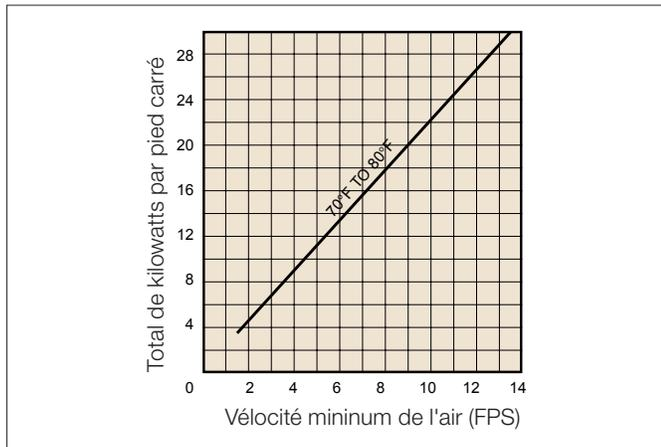

Figure 5 – Vélocities requises
- Les serpentins électriques à ailettes sont approuvés pour les installations dans des conduits horizontaux. La température d'entrée d'air ne doit pas excéder 77°F (25°C) et la puissance ne doit pas excéder 120kW. Des serpentins multiples peuvent être installés en série (cascade) pourvu que la température d'entrée d'air de chacun des serpentins n'excède pas 77°F (25°C) et que la vitesse de l'air n'est pas inférieure aux valeurs indiquées à la Figure 5.